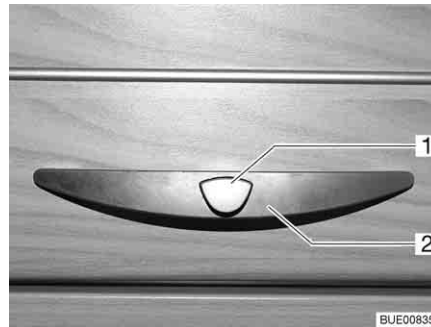

Fig. 46 Abattant de placard avec bouton-poussoir
- Appuyer sur la partie intérieure de la serrure. Le bouton-poussoir ressort (Fig. 46).